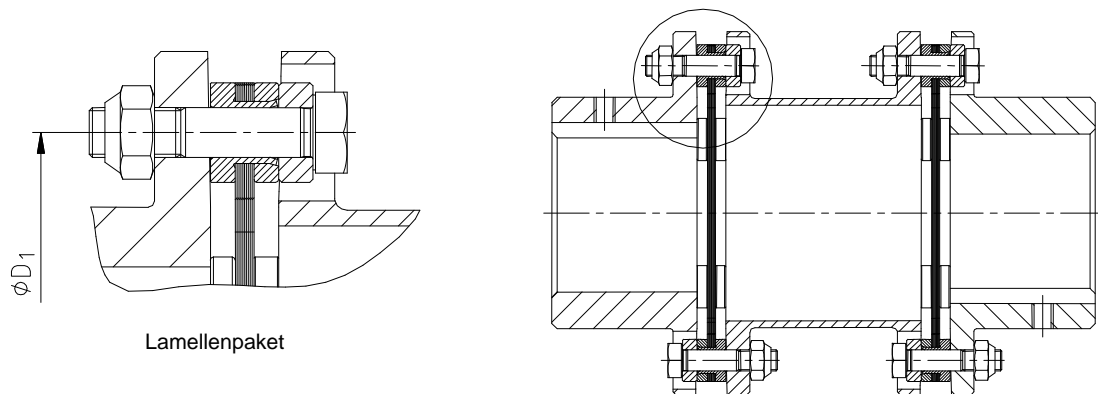

Bild 21: Montage der Lamellenpakete RADEX®-N Gr. 20 - 115
- Setzen Sie die Lamellenpakete und das Zwischenstück ein (siehe Bild 21). Bei Bauform NN entsprechend 1 Lamellenpaket (Zwischenstück entfällt).